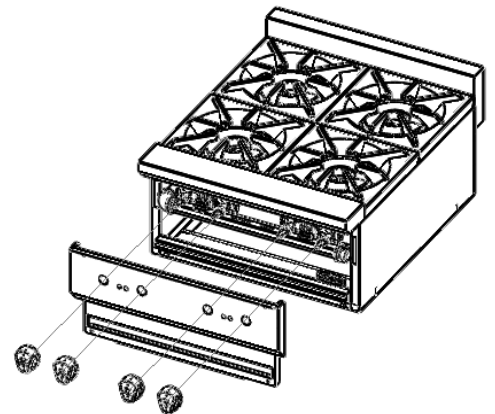

Fig. 6
2. Retire el panel frontal, desatornille los 4 tornillos frontales que lo sujetan (fig. 6).